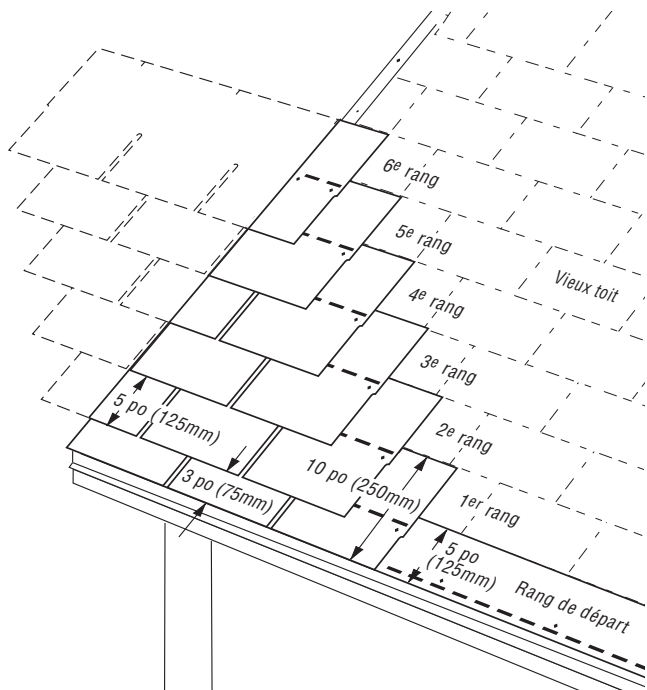

Figure 10-15 : Six en diagonale, six à la verticale, imbriqué.
2. Retrancher une bande de 6 po (152 mm) d'un côté ou de l'autre du premier bardeau de départ puis le poser par-dessus le premier rang des vieux bardeaux, dans le coin inférieur gauche (figure 10-15).
1. Le premier rang est composé de bardeaux de 10 po par 36 po (254 mm par 914 mm) fabriqués en retranchant 2 po (50 mm) du bas des jupes de bardeaux ordinaires (figure 10-15).
1. Retrancher 6 po (152 mm) du côté gauche d'un bardeau entier. Appuyer le bord supérieur de ce bardeau de 12 po par 30 po (305 mm par 762 mm) contre le bord inférieur du bardeau de l'ancien quatrième rang. Aligner le rebord gauche du bardeau avec le rebord gauche du premier rang (figure 10-15).
2. Poser ce bardeau de 24 po (610 mm) par-dessus le deuxième rang, en laissant les jupes de 5 po (127 mm) du second rang à découvert. Le bord supérieur du nouveau bardeau de ce rang devrait appuyer contre le bas du cinquième rang des anciens bardeaux (figure 10-15).